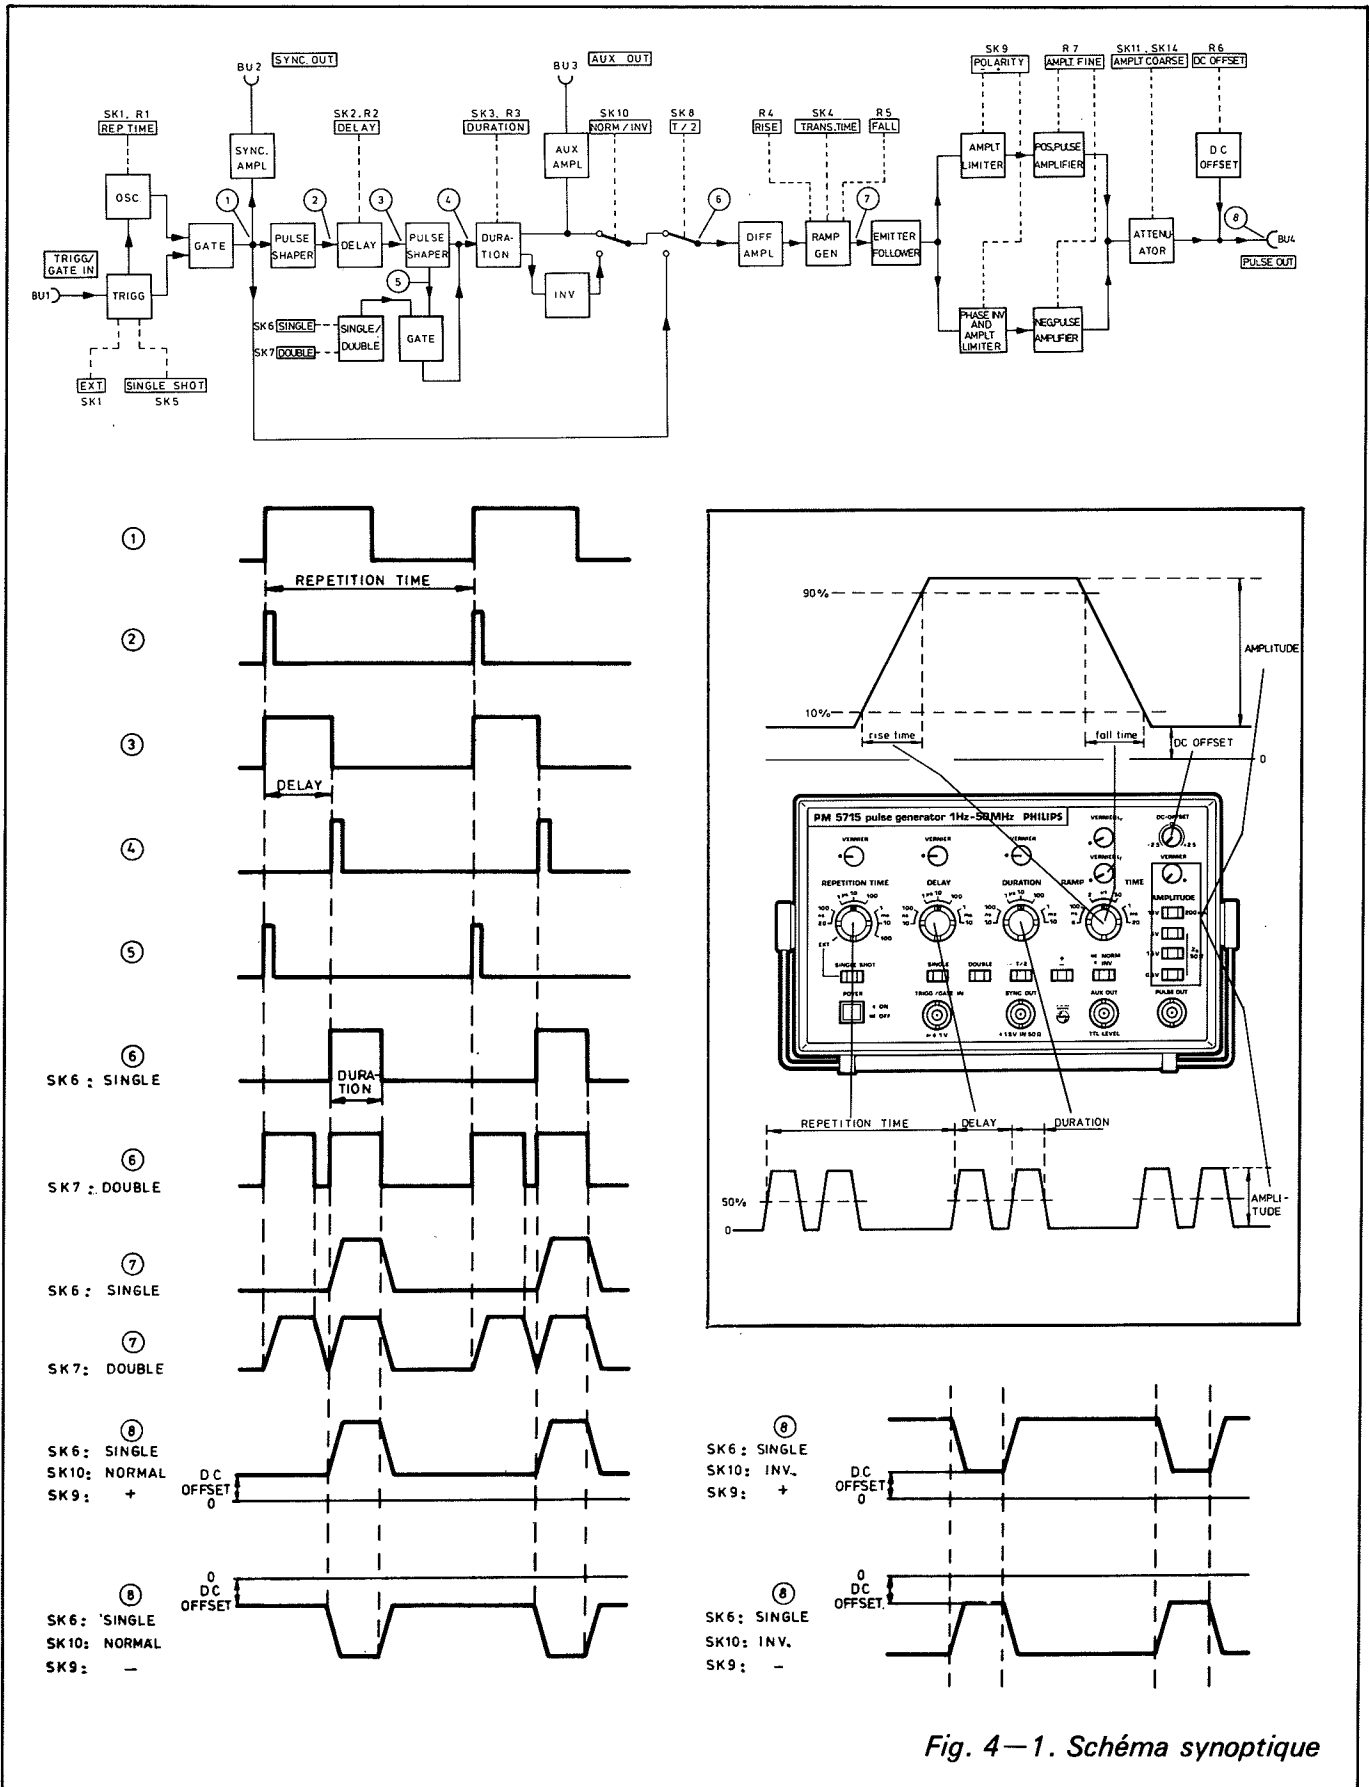

Fig. 4-1. Schéma synoptique
*Remarque: les figures entre parenthèses se réfèrent aux formes d'onde représentées à la figure 4-1.*